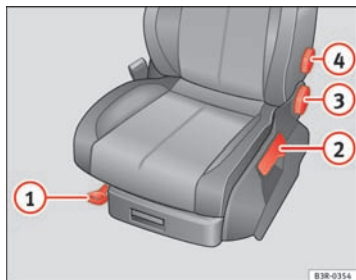

Fig. 106 Commandes du siège du conducteur
- Tirez le levier ① ⇒ fig. 106 vers le haut et avancez ou reculez votre siège.
- Relâchez le levier ① et déplacez encore le siège jusqu'à ce que le dispositif de verrouillage s'enclenche.
- Tirez le levier ② ⇒ fig. 106 à plusieurs reprises vers le haut jusqu'à ce que la position souhaitée soit atteinte.
- Tournez la molette ③ ⇒ page 140, fig. 106 pour régler l'inclinaison du dossier.
- Écartez le buste du dossier et tournez la molette ④ ⇒ page 140, fig. 106 pour régler l'appui lombaire.